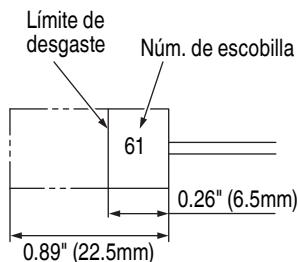

Fig. 6
4. Inspección de la escobillas (Fig. 6)
Utilice las escobillas metabo HPT Núm. 61 indicadas en la Fig. 6.